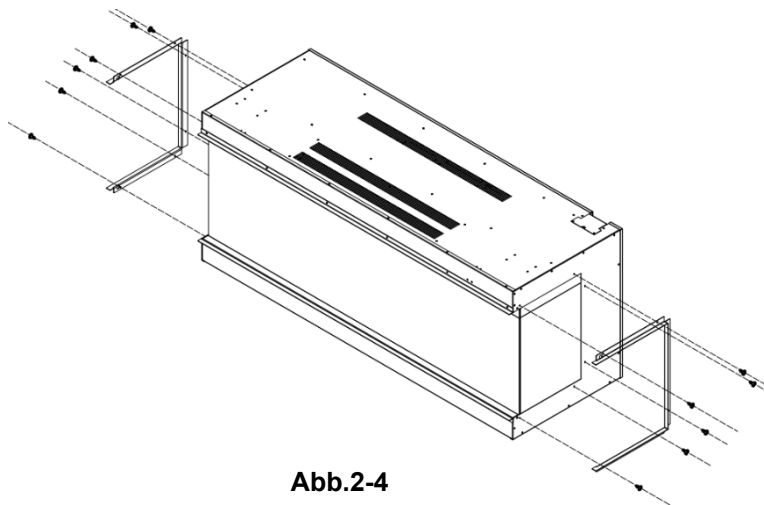

Abb.2-4
3. befestigen Sie die Abdeckleisten wieder, nachdem Sie die Paneele entfernt haben. Abb.2-4